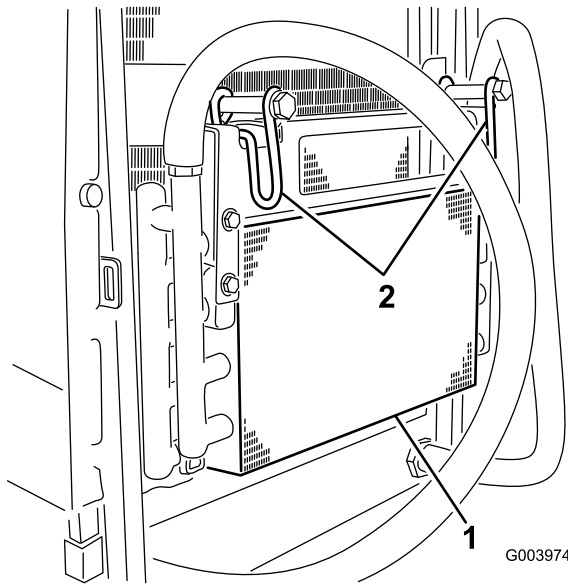

Bild 50
5. Drehen Sie die Riegel nach innen, um den Ölkühler zu lösen (Bild 50).